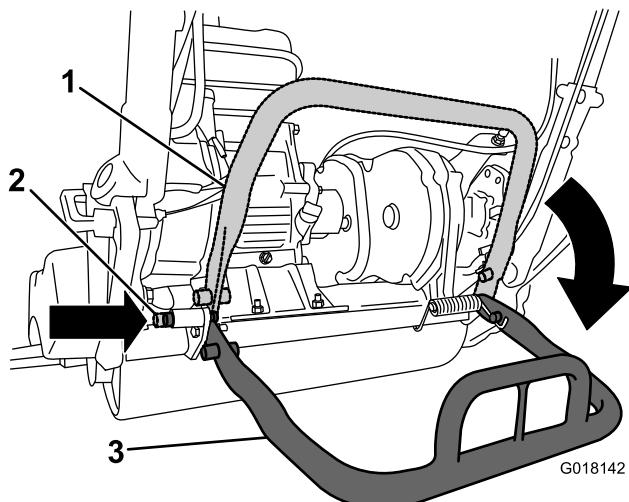

图3
2. 放下支撑架并推入锁定销, 将支撑架锁定在维修位置 (图3)。机器可以停放在锁定销上。